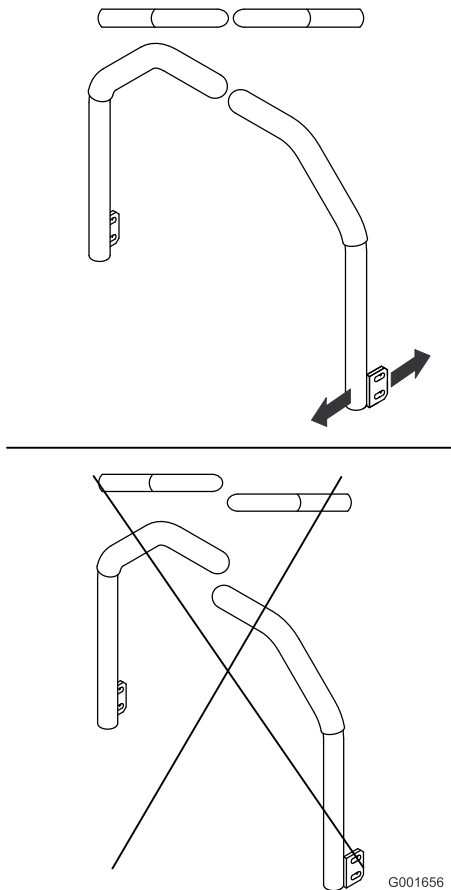

Bild 68
5. Stellen Sie die Fahrtriebshebel so ein, dass sie ausgerichtet sind (Bild 68) und ziehen Sie die Schrauben fest, um die Hebel an den Pfosten zu befestigen.